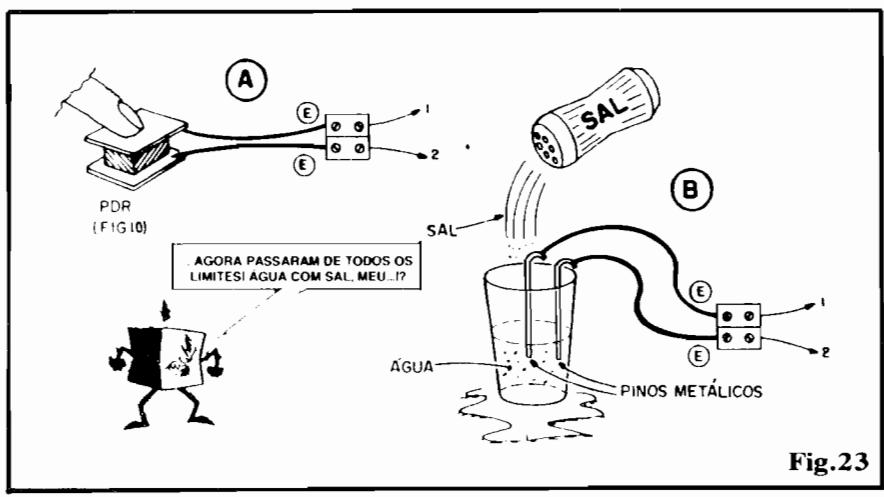

Fig.23
- **FIG. 23-A** - Experimentados o LDR é o TERMÍSTOR, que tal aplicarmos ao módulo um RD "feito em casa", como o PDR (Resistor Dependente da Pressão) cuja construção ensinamos nas figs. 10-11...? Basta ligar o dito sensor improvisado aos segmentos de teste E-E, ajustar o potenciômetro do circuito para uma tonalidade de áudio "confortável", em "repouso" e... apertar o PDR, observando as modificações na frequência do "apito"...! Muito elucidativa, também, essa possibilidade!
- **FIG. 23-B** - Na verdade, o circuito que forma o núcleo da Experiência, não passa de um conversor **Resistência/Frequência**, ou seja: um módulo capaz de "interpretar" valores resisitivos dentro de ampla faixa, "mostrando-os" como um sinal de áudio de frequência proporcional (na verdade, "inversamente proporcional", já que quanto maior a Resistência, menor a Frequência, e vice-versa...). Quem quiser "ir mais fundo" pode tentar a sugestão experimental ilustrada, que podemos chamar, "forçando um pouco", de SDR (**Salt Dependent Resistor**, ou "Resistor Dependente do Sal"...). O "sensor", no caso, não passa de um copo com água, no qual enfiamos dois pinos metálicos (podem ser pedaços de fio de cobre grosso e nú...), ligados eletricamente, por fios, aos pontos de teste E-E. Ajusta-se o potenciômetro para a geração de um tom de frequência média e, em seguida, vamos "salgando" (isso mesmo...) a água... No começo, só um pouquinho de sal. Depois mais, e mais... Anotem as alterações no timbre de áudio produzido, e deduzam o porquê delas!